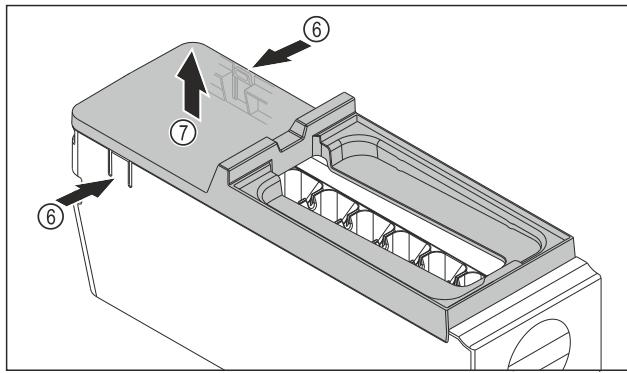

Fig. 77
- Odstráňte kryt korpusu EasyTwist-Ice: strmene Fig. 77 (6) na oboch stranach korpusu EasyTwist-Ice zatlačte rukou.
- Kryt Fig. 77 (7) odoberte druhou rukou smerom nahor.